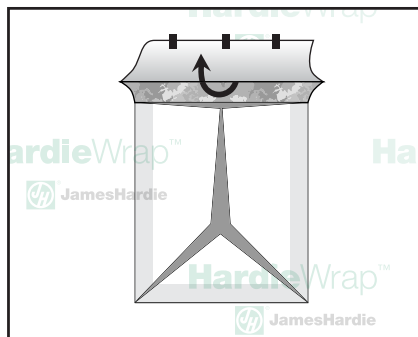

Ilustración 4
Paso 2: Doble la solapa superior hacia arriba y hacia afuera y ajústela temporalmente (ilustración 4).